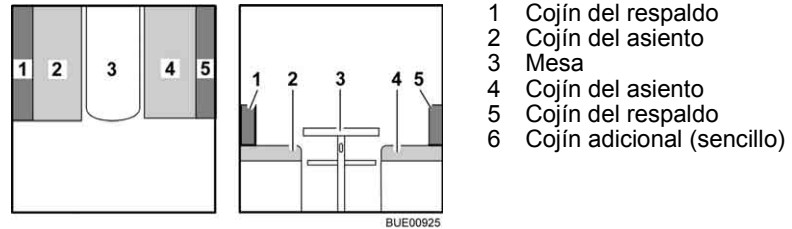

Fig. 86 Antes de la transformación
- Transformar la mesa (Fig. 86,3) en base de cama (véase apartado 6.12).